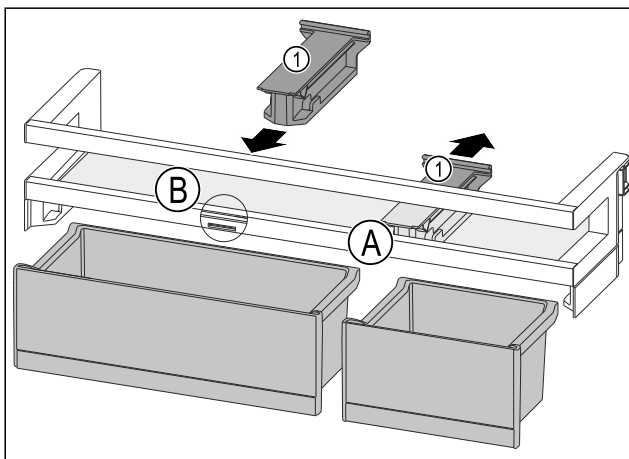

Fig. 213
- ▶ Haltebauteil Fig. 213 (1) in Position Fig. 213 (A) nach hinten abziehen.
- ▶ Haltebauteil Fig. 213 (1) in Position Fig. 213 (B) einsetzen.